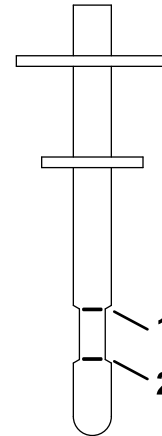

Figure 69
7. Remettez la jauge dans le goulot de remplissage, puis ressortez-la et contrôlez le niveau de liquide (Figure 69).